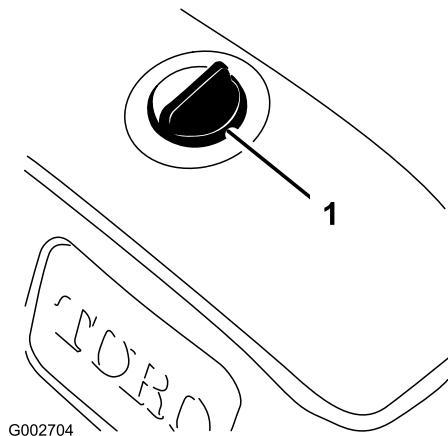

Figura 15
3. Limpie la zona alrededor del tapón del depósito hidráulico para evitar que entre suciedad en el depósito (Figura 15).